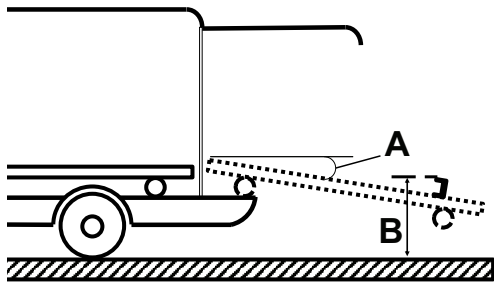

Abbildung 9 – Spezifikationen für Fangplatte und Einschub
- Winkel (A) des Einschubs beträgt nicht mehr als 16° (Abbildung 9)
- Die Höhe (B) von der Oberseite der Fangplatte bis zum Boden liegt zwischen 28,0 Zoll (71,1 cm) und 29,4 Zoll (74,7 cm) (Abbildung 9)